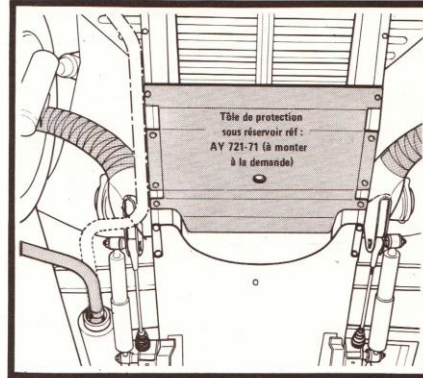

FIGURE 8
ECHAPPEMENT Raccourcir le tube arrière et le tourner de 180° au niveau de la roue arrière droite (Fig. 8 page 9).
- Montage d'une tôle de protection sous réservoir d'essence (Fig. 8).